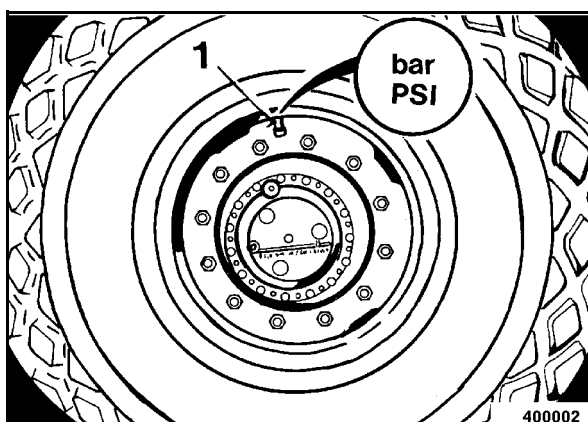

Fig. 97
- Con la válvula de inflado en posición hacia arriba se mide la presión de inflado en la válvula de inflado 1 (Fig. 97) con un manómetro.